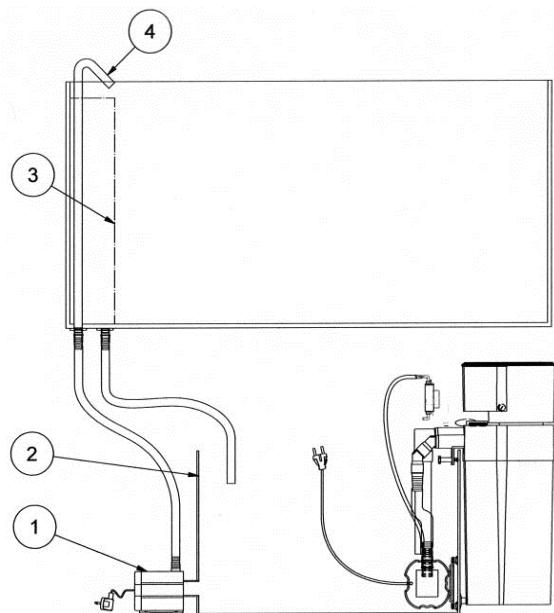

Fig. 4: Turboflotor Blue 3000, installato adiacente alla vasca di filtraggio di un pozzetto o sotto il filtro della vasca
2. Per uso d'ufficio, con un pozetto o sotto il sistema di filtraggio dell'acquario (fig. 4):